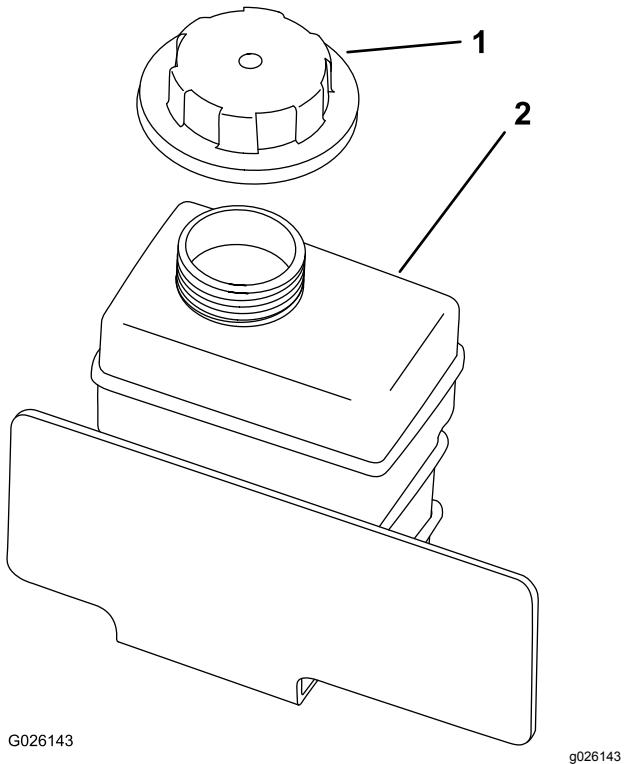

Figure 49
4. Vérifiez le niveau du liquide de refroidissement dans le vase d'expansion (Figure 49).